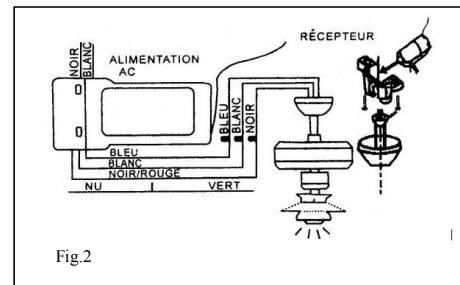

Fig.2
Étape 2. Connexions électriques du moteur au récepteur. Connectez le fil BLANC du ventilateur au fil BLANC marqué «TO MOTOR N» du récepteur. Connectez le fil NOIR du ventilateur au fil NOIR portant la mention «TO MOTOR L» du récepteur. Connectez le fil bleu du ventilateur au fil bleu marqué «For Light» du récepteur. (Fig. 2)
Étape 3. Câbles d'alimentation du récepteur à la maison Connexions électriques: Connectez le fil BLANC (neutre) du boîtier de la prise de courant au fil BLANC marqué «AC in N» du récepteur. Connectez le fil NOIR (chaud) de la prise de courant au fil NOIR portant la mention «AC in L» du récepteur. Fixez toutes les connexions avec les écrous en plastique fournis. (Fig. 2)